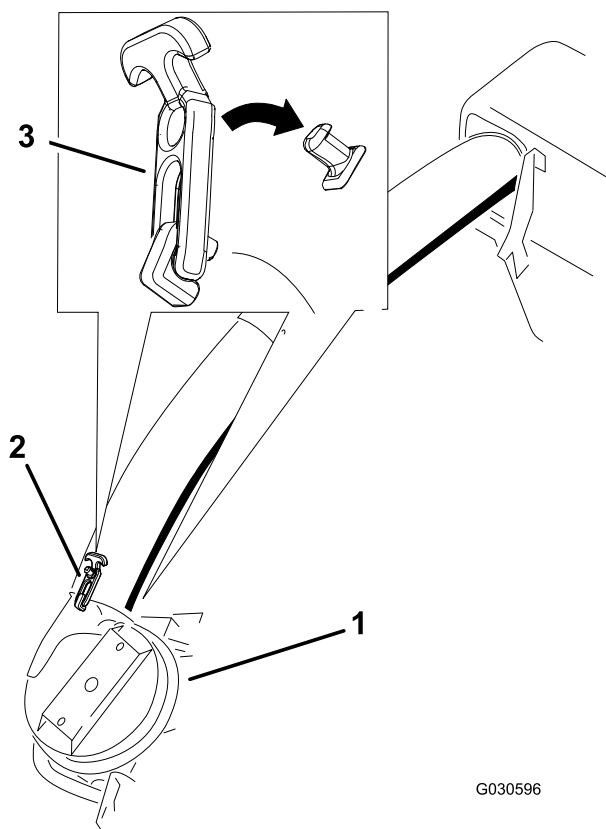
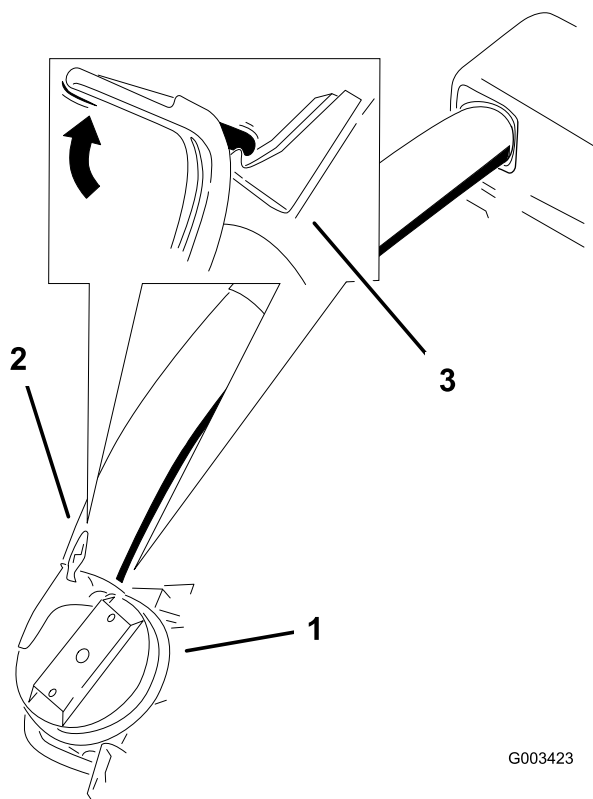

Figura 25
Figura 26
8. Deslice el tubo inferior sobre la bota y conéctelos con el cierre (Figura 25 o Figura 26).